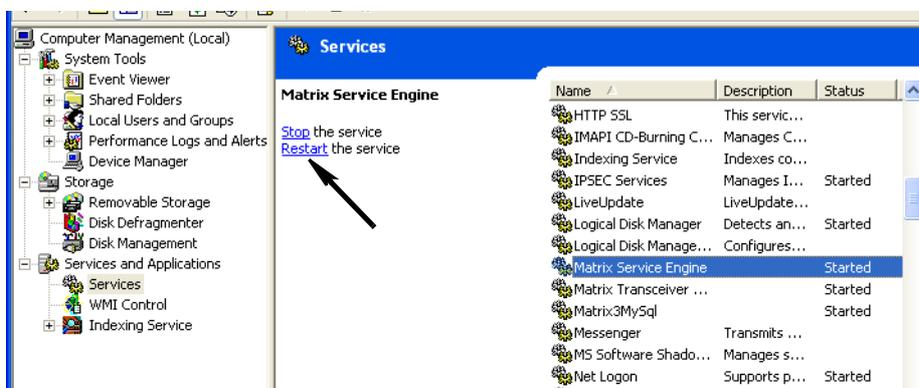

ABB. 62
- k. Klicken Sie auf den Link „Dienst neu starten“ (ABB. 62).